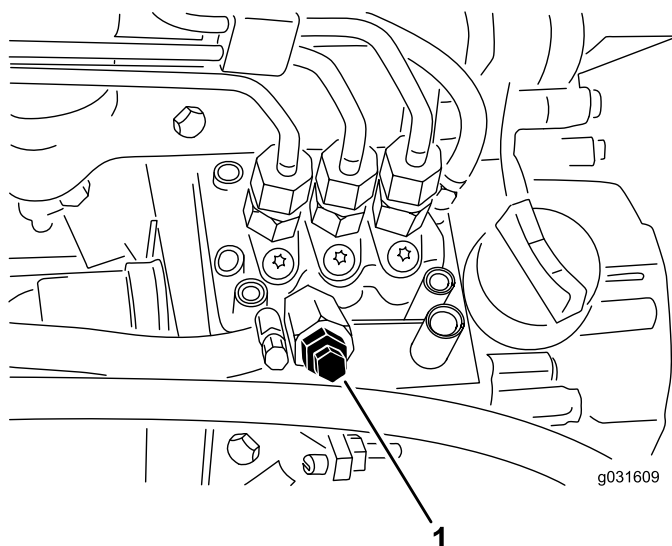

Рисунок 53
4. Выверните винт стравливания воздуха из насоса для впрыска топлива (Рисунок 53).